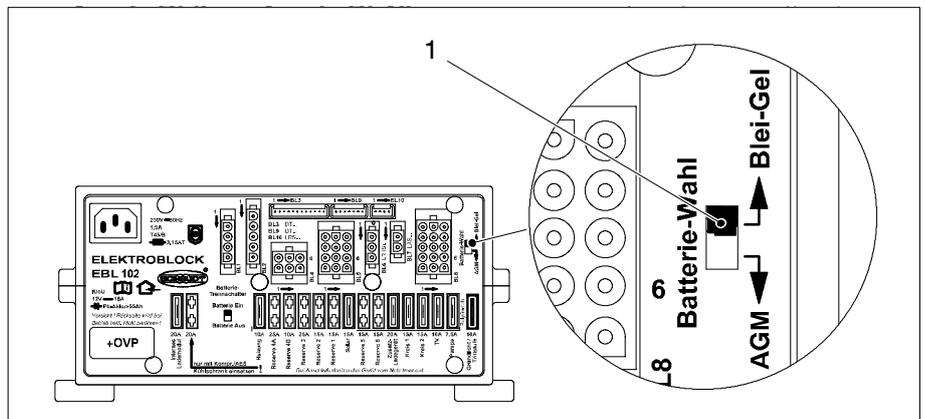

Bild 1 Batterie-Wahlschalter
► Den Batterie-Wahlschalter (Bild 1, Pos. 1) mit einem dünnen Gegenstand (z. B. Kugelschreibermine) in die entsprechende Position bringen: